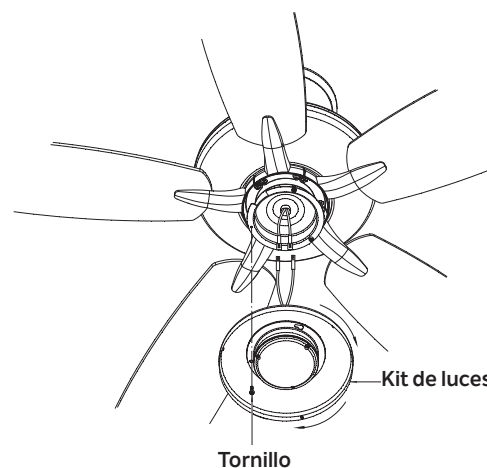

Fig. 16
**Paso 1.** Afloja los tres tornillos de montaje del panel de kit de luz. (Fig. 16)
**Paso 2.** Sosteniendo el kit de luces LED debajo del motor del ventilador, haz las conexiones eléctricas: (Fig. 16)
**Paso 3.** Coloca todas las conexiones apropiadamente en la placa de luces. Coloca los orificios tipo ojo de cerradura en el kit de luces LED sobre los 2 tornillos previamente aflojados de la placa de luces, gira el kit del luces LED hasta que caiga en su lugar en la parte estrecha de los orificios tipo ojo de cerradura. Asegura apretando los tres tornillos. (Fig. 16)